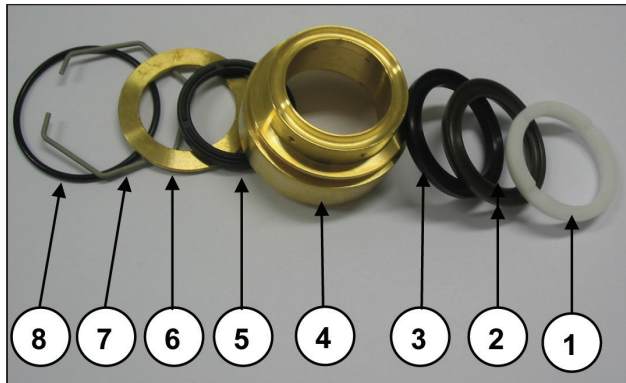

图44
注意如图44所示的密封圈组的拆卸顺序，它包括：
- B) 润滑组件②③⑤（图44），可使用OCILIS型硅脂（代码12001600）；这项操作对于方便密封唇在活塞上的调整也是必要的。